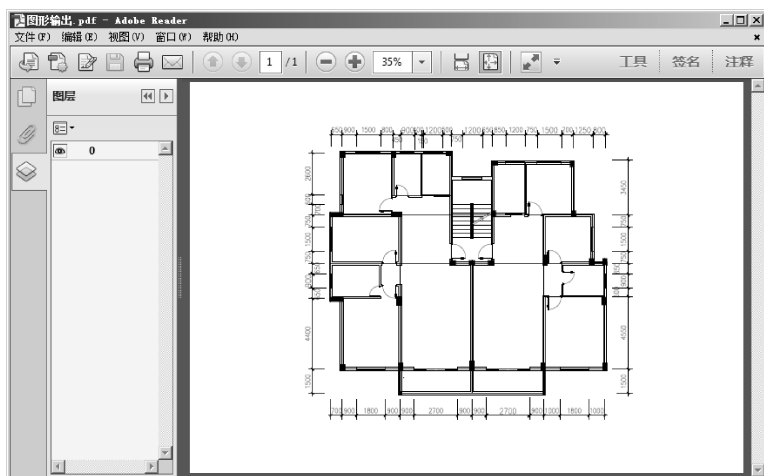

图 7-23 图形输出
5) 完成以上设置，在“打印”对话框中单击“确定”按钮，程序将会弹出“另存 PDF 文件”对话框，用户可以在此指定输出的 PDF 文件的存放位置和文件名称，如将文件保存至“D:\AutoCAD 2014 第7章实训”文件夹中，文件名为“图形输出”，即可将图形文档输出为 PDF 格式的文件。用户可以方便地通过“Adobe Reader”程序对文件进行查阅和打印，如图 7-23 所示。